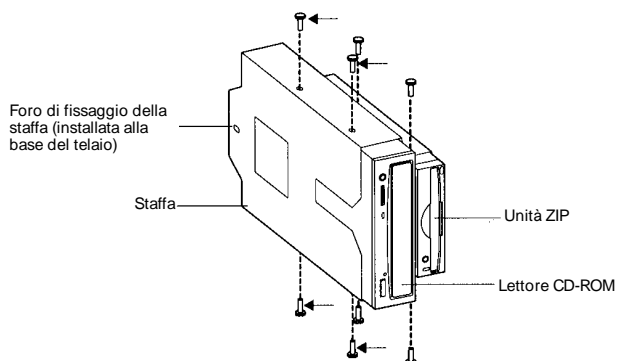

Figura 4-31 Rimozione del lettore CD-ROM
2. Inserire le quattro viti che fissano il lettore CD-ROM alla staffa (vedere Figura 4-31).